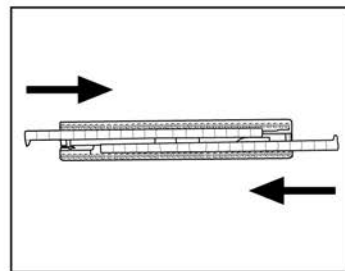

Fig. 9
Per il montaggio del telaio setolato per moquette e tappeti (26), inserire nelle apposite guide le spazzole rigide con le linguette rivolte all'interno (**Fig. 9**).